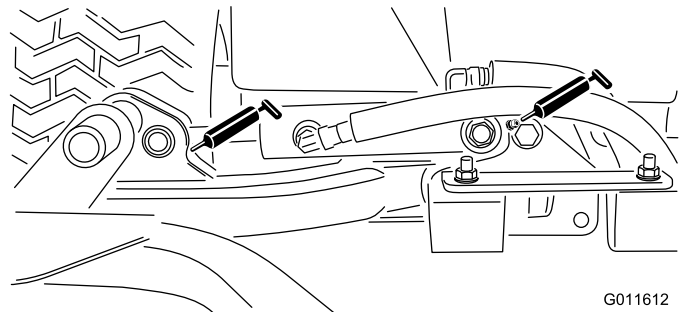

Figure 47
- Vérins des bras de relevage des plateaux de coupe (x 2)—Figure 47
- Pivots des bras de relevage (x 1)—Figure 47